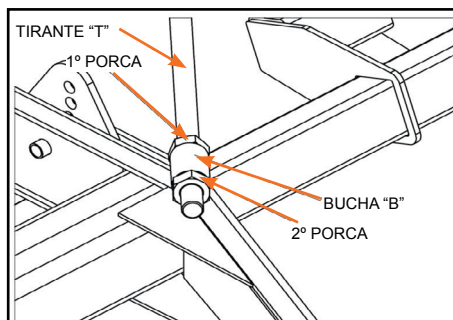

Figura 27
f) Encoste a primeira porca contra a bucha "B", do cabeçalho e coloque a segunda porca no tirante "T" até encostar na outra extremidade da bucha e aperte fixando firmemente o tirante "T", nos dois lados do cabeçalho (Figura 27).